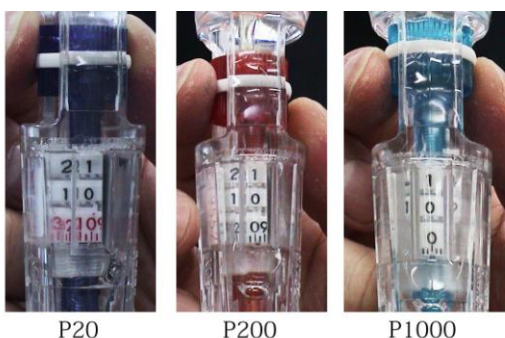

図2. メモリ調整ダイヤル (右) とマイクロピペターの目盛り(左)
②ダイヤルを回して、いったん、計量する容量より多めの数字に合わせ、ゆっくりとダイヤルを戻して、計量する量にあわせる(図2)。^{注2}